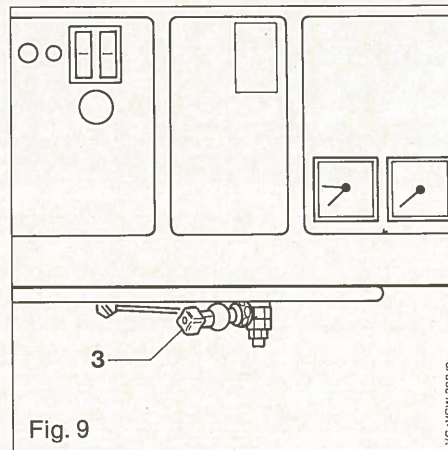

Fig. 9
Riempire l'impianto e l'apparecchio, ad una pressione preliminare di 1 bar da leggere sul manometro, (pos. 11, fig. 2, pag. 4) con il rubinetto riempimento (3) fig. 9.
Il rubinetto (3) fig. 9 una volta raggiunto il valore di pressione voluto deve essere chiuso.